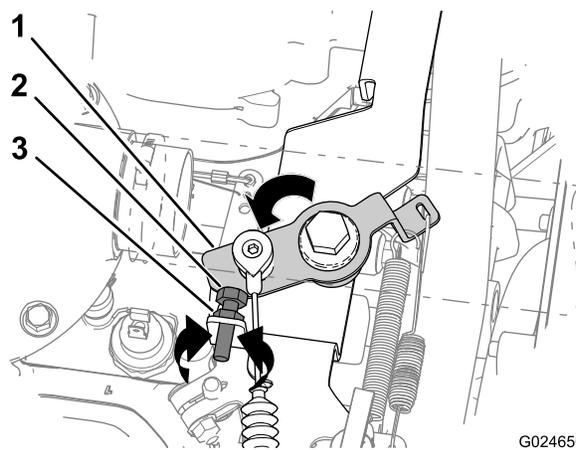
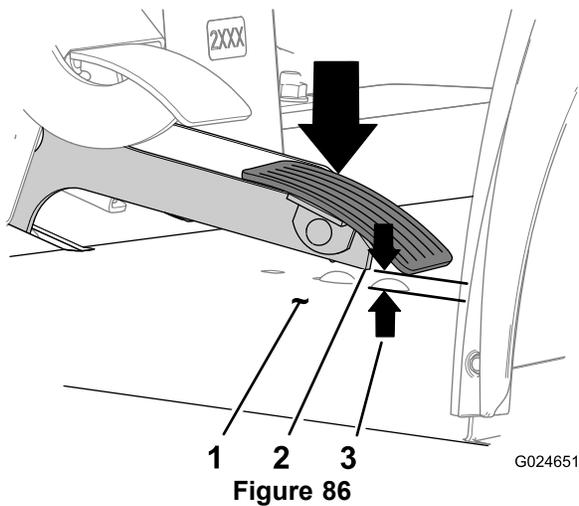

Figure 85
Figure 86
2. Amenez le levier coudé de l'accélérateur à la main contre la butée de ralenti accéléré (Figure 85).
- A. Desserrez l'écrou de blocage qui fixe la butée de ralenti accéléré (Figure 85).
- Dans le sens horaire pour réduire le régime moteur (Figure 85).
- Dans le sens antihoraire pour augmenter le régime moteur (Figure 85).
- C. Resserrez l'écrou de blocage (Figure 85).
- D. Amenez le levier coudé contre la butée de ralenti accéléré (Figure 85).
1. Amenez et maintenez le levier coudé contre la butée de ralenti accéléré (Figure 85).
2. Mesurez l'espace entre la pédale d'accélérateur et le plancher sous la pédale (Figure 86).
3. Si l'espace entre la pédale d'accélérateur et le plancher (Figure 86) est supérieur ou inférieur à 6,35 mm, effectuez la procédure suivante tout en maintenant le levier coudé contre la butée de ralenti accéléré (Figure 85) :